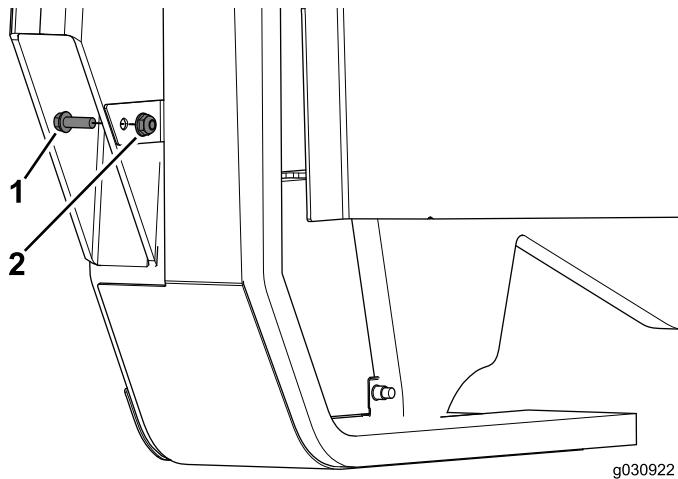

Figura 30
- Utilice un perno ($\frac{1}{4}$ " x $\frac{3}{4}$ ") y una tuerca con arandela prensada ($\frac{1}{4}$ ") para completar la instalación del panel (Figura 30).